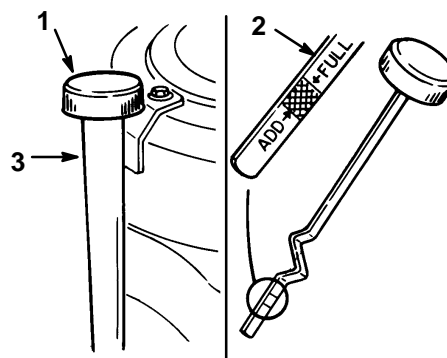

Figure 20
2. Nettoyer les abords de la jauge d'huile (Fig. 20) pour éviter que des saletés ne tombent dans l'ouverture de remplissage et n'endommagent le moteur.
3. Dévisser la jauge d'huile et bien essuyer l'extrémité métallique (Fig. 20).
4. Insérer la jauge à fond dans le goulot de remplissage, sans la visser (Fig. 20). Retirer la jauge et lire le niveau sur l'extrémité métallique. Si le niveau d'huile est bas, verser lentement de l'huile dans le goulot de remplissage, juste assez pour que le niveau arrive au repère du plein ("FULL").
5. Verser lentement environ 80% du volume d'huile spécifié à la page 26 dans le goulot de remplissage (Fig. 20), puis contrôler le niveau d'huile, voir Contrôle du niveau d'huile, page 26. Rajouter de l'huile lentement pour amener le niveau jusqu'au repère du plein ("FULL") sur la jauge.